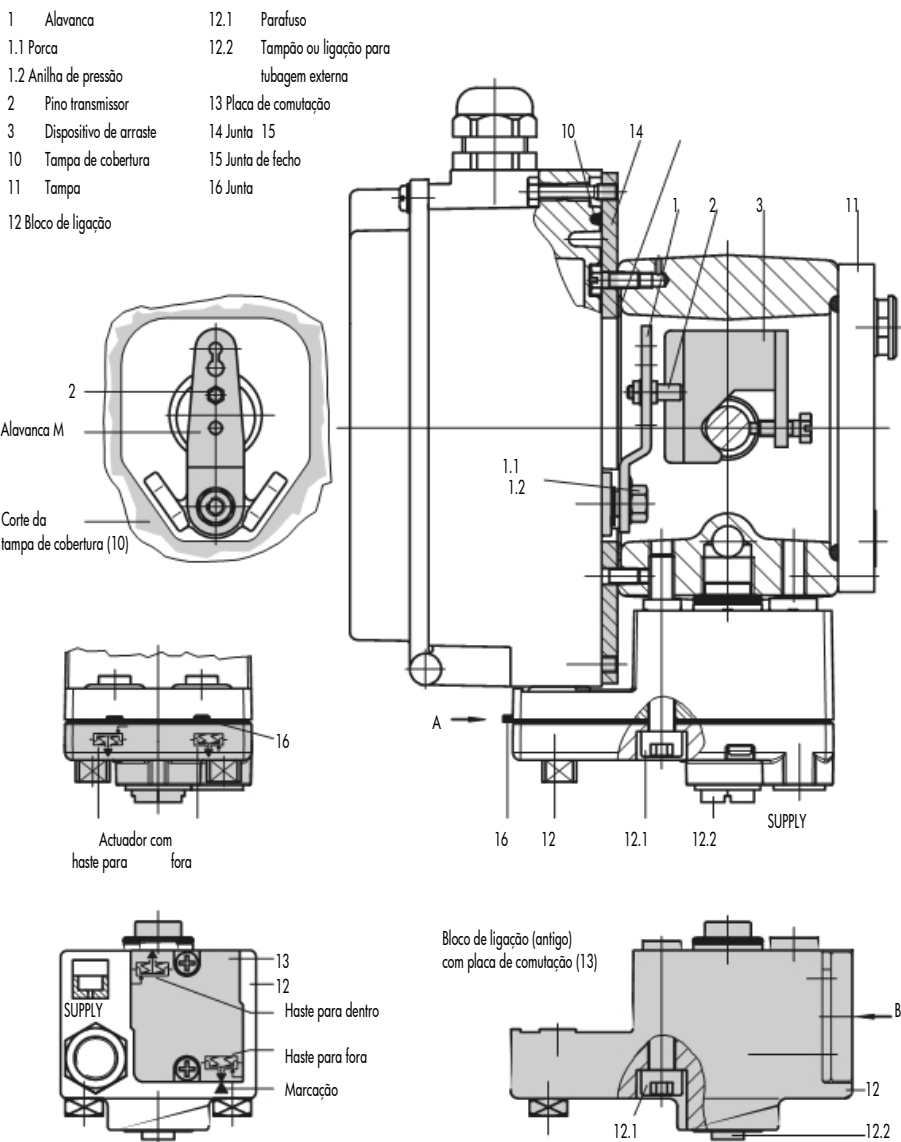

Fig. 5 - Ligação directa - Ligação da pressão de sinal para Actuador Tipo 3277 com 240, 350 e 700 cm²
Monte o posicionador na arcada tal como é indicado na Fig. 5. A pressão de sinal é encaminhada para o actuador sobre o bloco de ligação (12), para actuadores com acção de segurança "Actuador com haste para fora" internamente através de um orifício na arcada da válvula, e para "Actuador com haste para dentro" através da tubagem externa.
1. Coloque o dispositivo de arraste (3) na haste do actuador, alinhe e aperte firmemente para que o parafuso de montagem fique localizado na ranhura da haste do actuador.
2. Monte a placa de cobertura (10) com o lado estreito da abertura de corte (Fig. 5, lado esquerdo) apontando para a ligação da pressão de sinal. Certifique-se que a junta plana (14) aponta para a arcada do actuador.
3. Para actuadores com 355/700 cm², remova o pino transmissor (2) na alavanca M (1) na parte de trás do posicionador na posição de pino 35, posicione no orifício para a posição de pino 50 e aperte firmemente. Para actuadores de 240 e 350 cm² com curso de 15 mm, o pino transmissor (2) permanece na posição de pino 35.
4. Insira a junta de fecho (15) na ranhura da caixa do posicionador.
5. Coloque o posicionador na placa de cobertura de modo a que o pino transmissor (2) assente no topo do dispositivo de arraste
6. Certifique-se que a ponta da junta (16) projectada na parte lateral do bloco de ligação (12) está posicionada sobre o símbolo do actuador que corresponde ao actuador com acção de segurança "Actuador com haste para fora" ou "Actuador com haste para dentro". Se for necessário, remova os três parafusos de fixação e a tampa. Reposicione depois a junta (16) rodando 180°. A versão anterior do bloco de ligação (Fig. 5, fundo) necessita que a placa de comutação (13) seja rodada de modo a que o símbolo de actuador correspondente aponte para a marca.
7. Coloque o bloco de ligação (12) com as juntas associadas contra o posicionador e a arcada do actuador. Aperte-o firmemente utilizando o parafuso de fixação (12.1). Para actuadores com acção de segurança "Actuador com haste para dentro", remova adicionalmente o tampão (12.2) e encaixe na tubagem externa da pressão de sinal.
8. Monte a tampa (11) no outro lado. Certifique-se o bujão de exaustão aponta para baixo quando a válvula de comando é instalada para permitir que a água condensada acumulada seja drenada.